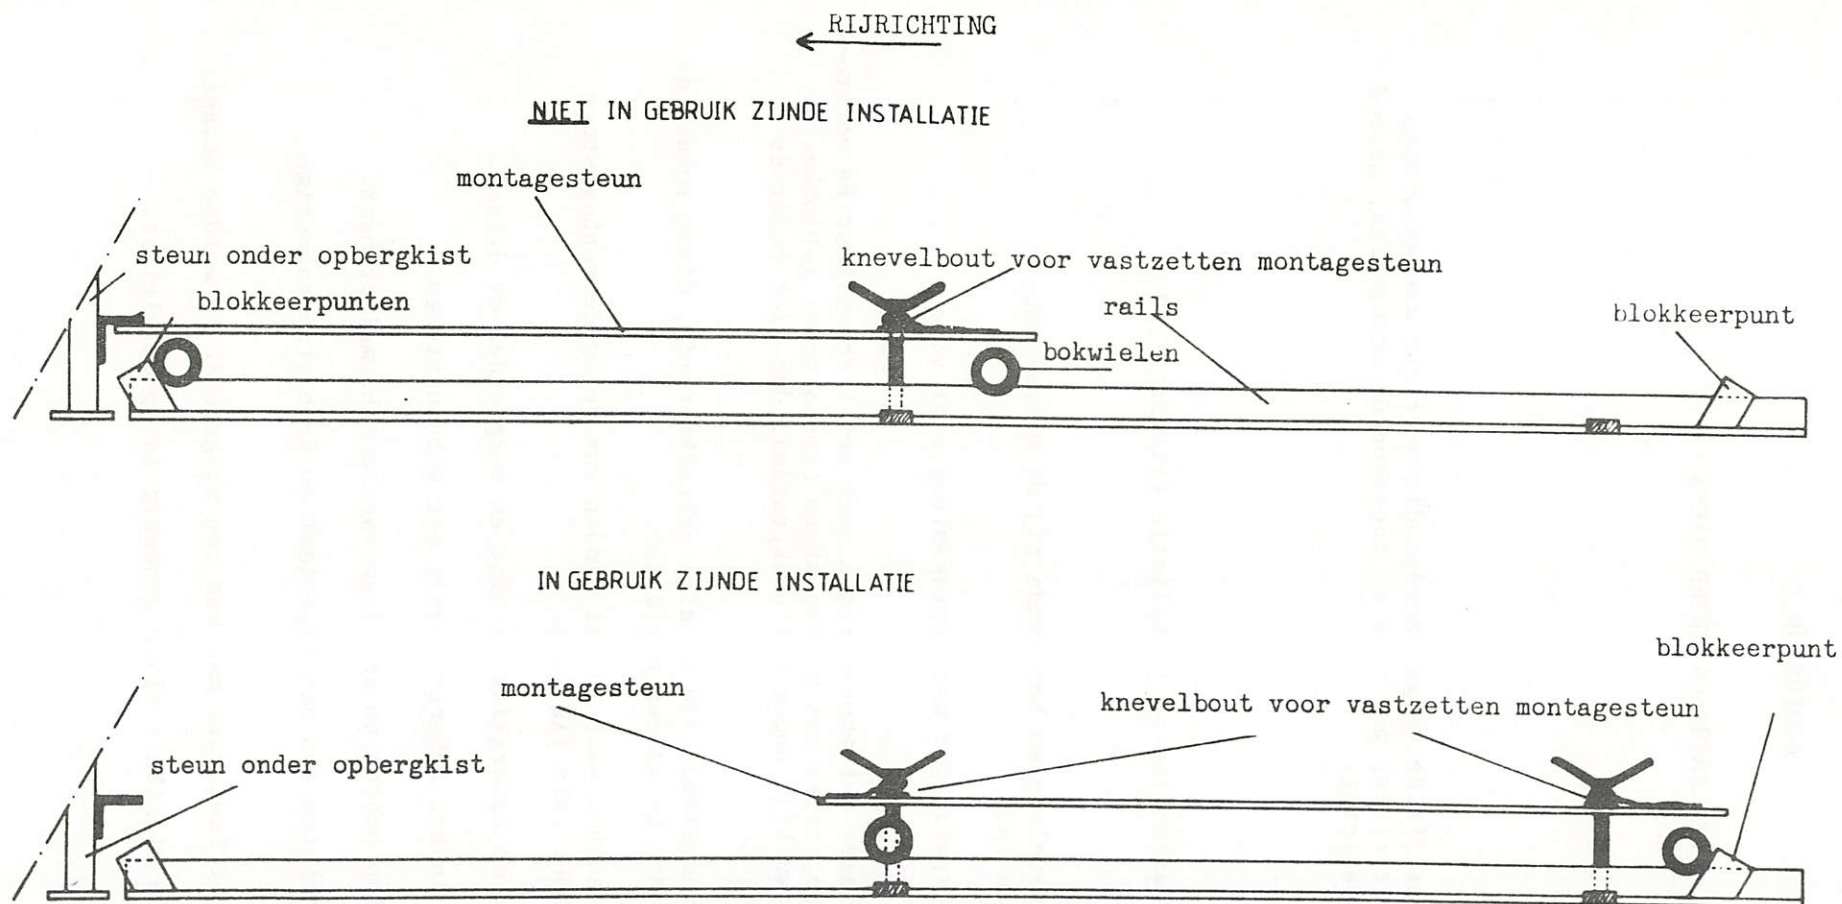

Fig. 2.1 SITUATIE-VERPLAATSING VAN HASPEL (BLOKKEERPLAATSEN)
- rails voor het verplaatsen van de haspeldrager met montagesteun (zie fig 2.1)
2.2 Het transportgereedmaken van de installatie (zie fig 2.1)
3.2 Het in bedrijf stellen van de installatie (fig 2.1)
- Controleer of de haspeldrager met montagesteun in voorste/achterste stand goed vast te zetten is (zie fig 2.1)